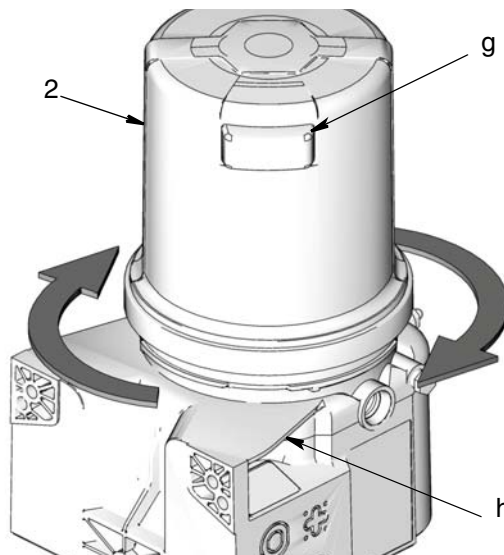

FIG. 12
1. Instale el nuevo depósito (2) con el orificio de ventilación (g) frente a la parte posterior izquierda (h) de la base de la G3. Véase FIG. 12 para una correcta orientación de estas piezas para garantizar la instalación correcta.
2. Coloque la llave de cinta sobre el depósito y utilícela para girar el depósito 1/4 de vuelta en sentido de las agujas del reloj hasta que el depósito no gire más (FIG. 12).